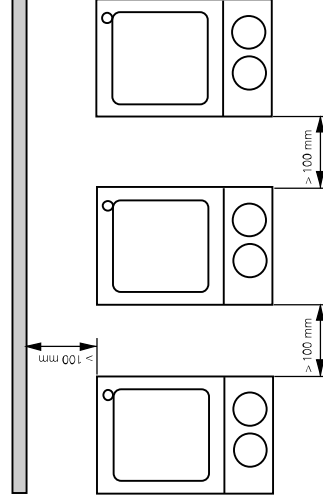

Fig. 2
- Respectez les écarts minimum (comme dans des Fig. 2 reprises) entre les appareils, entre l'appareil et le mur au-dessus de la structure (800mm au moins).